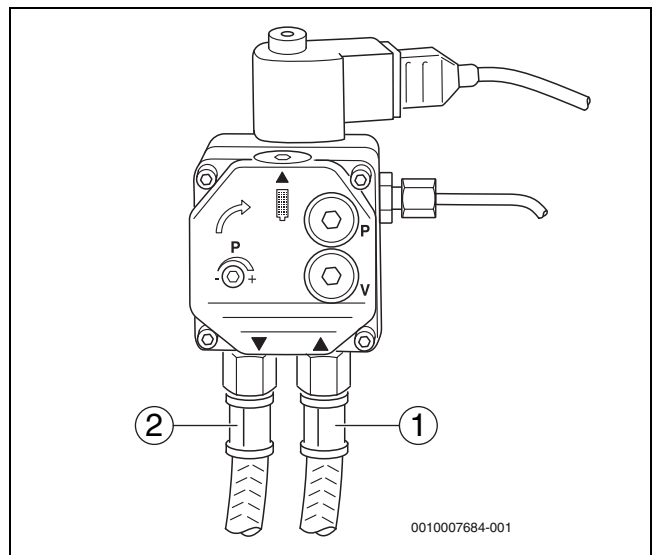

Bild 17 Ölpumpe – Danfoss
- ▶ Darauf achten, dass beim Anschließen der Ölversorgungseinrichtung Ölansaug- und Rücklaufleitung nicht vertauscht werden (→ Bild 17 und 18).